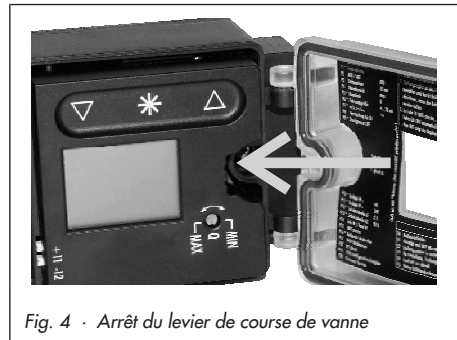
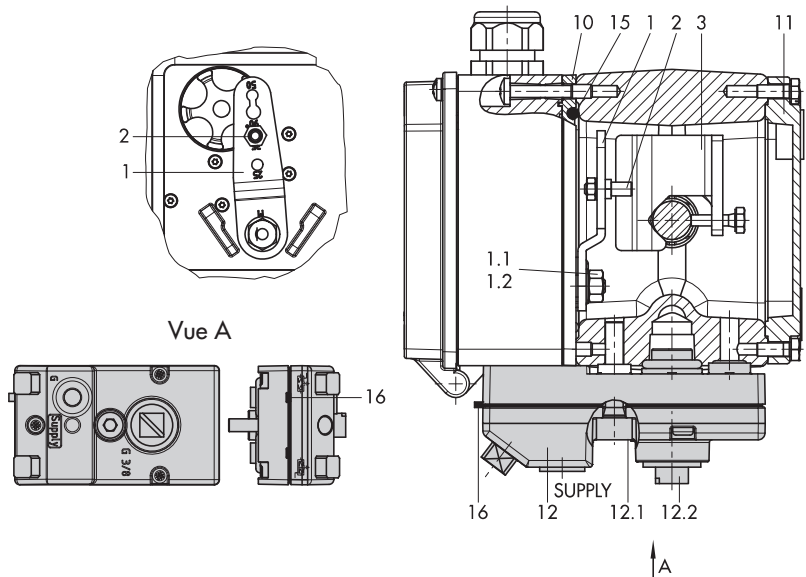

Fig. 4 · Arrêt du levier de course de vanne
Fig. 8 · Montage direct – Raccord de pression de commande pour servomoteur type 3277 de 240 à 700 cm²
6. Placer le positionneur sur le servomoteur de sorte que le palpeur (2) se trouve au-dessus de la plaque de transmission (3). A cet effet, appuyer sur le bouton moleté latéral du positionneur représenté sur la figure 4, afin d'immobiliser l'arbre du levier de course de vanne en position haute.
A cet effet, appuyer sur le bouton moleté latéral du positionneur représenté sur la figure 4, afin d'immobiliser l'arbre du levier de course de vanne en position haute (voir Fig. 8).